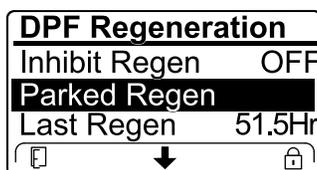

Figura 24
- Se il computer del motore richiede una rigenerazione di recupero, oppure sta eseguendo una rigenerazione di recupero, e voi scorrete il menu verso il basso fino all'opzione PARKED REGEN, la rigenerazione parcheggiata viene bloccata e l'icona di blocco (Figura 24) compare nell'angolo in basso a destra dell'InfoCenter.